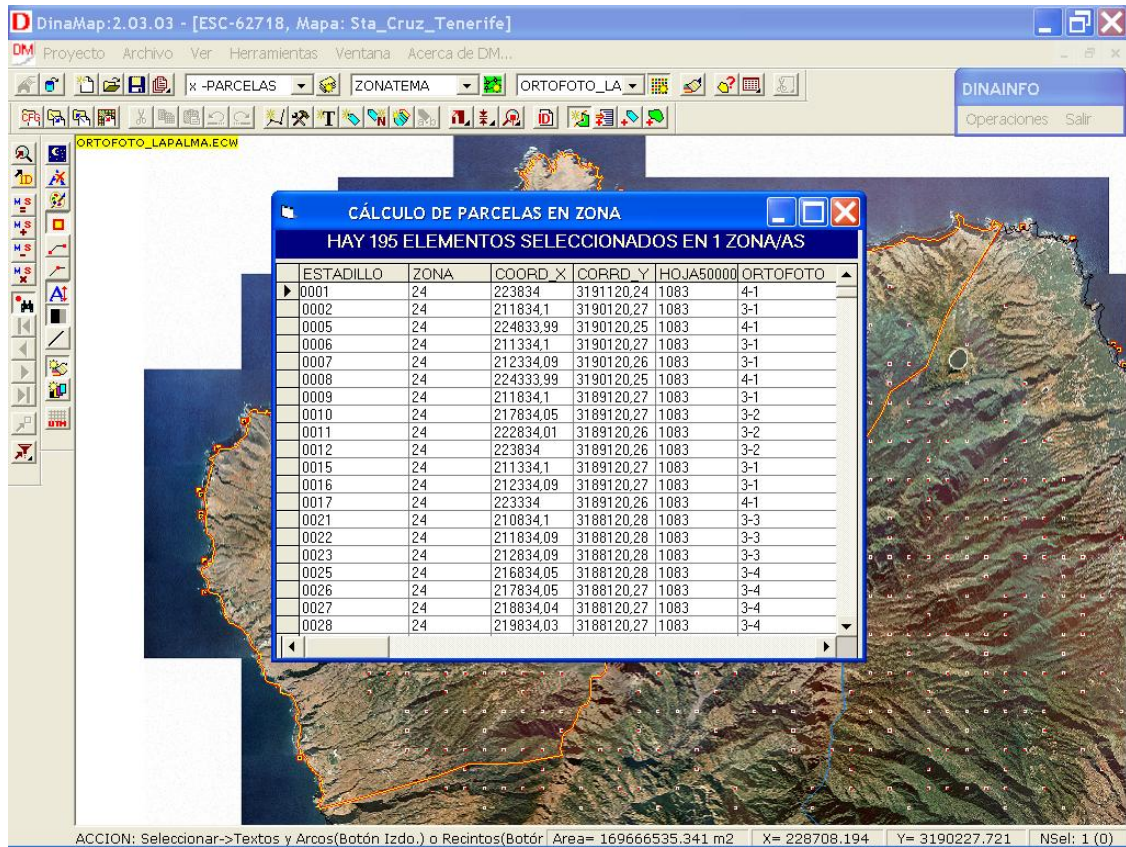

Figura 3. Información de las parcelas de la zona seleccionada.
- Mostrar información de las parcelas de una zona determinada: coordenadas, estadillos, mapa en que se sitúa y ortofoto (ver figura 3)